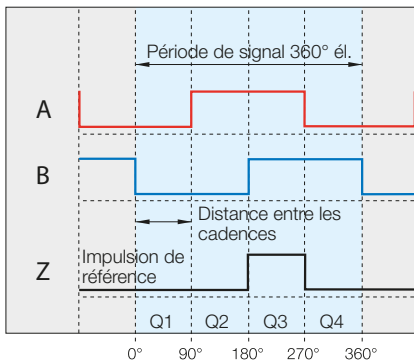
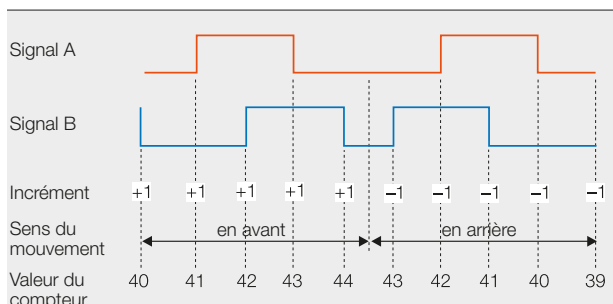

Fig. 6-1 : Signaux de sortie numériques lors du déplacement vers l'avant
Fig. 6-2 : Signaux de sortie BML avec compteur de périodes
Les impulsions numériques A/B sont interpolées dans la tête de capteur. Les deux impulsions numériques A et B sont déphasées électriquement de 90°, le signe du déphasage dépendant du sens du mouvement du capteur (Fig. 6-2). Tout changement de cadence de A ou B constitue un incrément de comptage pour le compteur de périodes (compteur / décompteur). En cas de signal A déphasé en avant, la valeur du compteur est incrémentée ; en cas de signal B déphasé en avant, la valeur est décrémentée. Ainsi, la commande connaît à chaque instant la position incrémentale précise, sans devoir interroger périodiquement le capteur (capacité temps réel). La position du signal Z peut varier (Q1...Q4, voir Fig. 6-1). Il se trouve cependant toujours à la position physique correcte et mesure toujours un incrément de large.
- Un signal de référence à période polaire (période = 10 mm, largeur du signal de référence = distance entre cadences, Fig. 6-1). Si plusieurs signaux de référence doivent être transmis, un commutateur de référence externe doit être couplé au signal de point de référence souhaité.